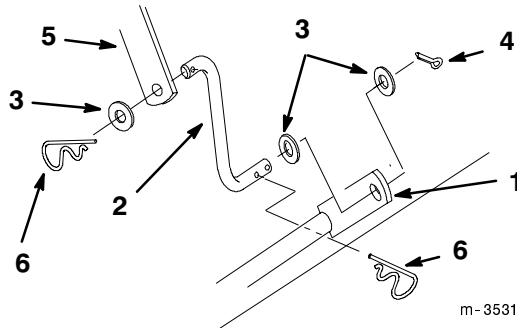

Bild 6
7. Befestigen Sie das Verbindungsteil mit einem 1"-Splint, (2) 3/8"-Scheiben und einem 2-9/16"-Splint (Bild 6) am Hubarm des Schneidwerks. Befestigen Sie das hintere Verbindungsteil mit einer 3/8"-Scheibe und einem 2-9/16"-Splint (Bild 6) am hinteren Hubarm des Schneidwerks.